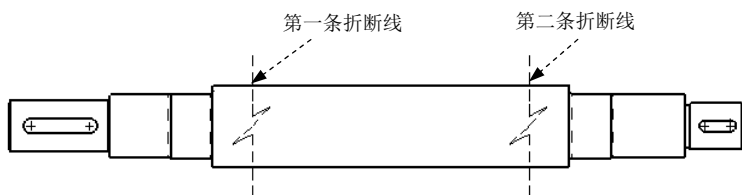

图 6.14.4 选择断裂视图和放置折断线
Step2. 选择要断裂的视图，如图 6.14.4 所示。
Step3. 放置第一条折断线，如图 6.14.4 所示。
Step4. 放置第二条折断线，如图 6.14.4 所示。